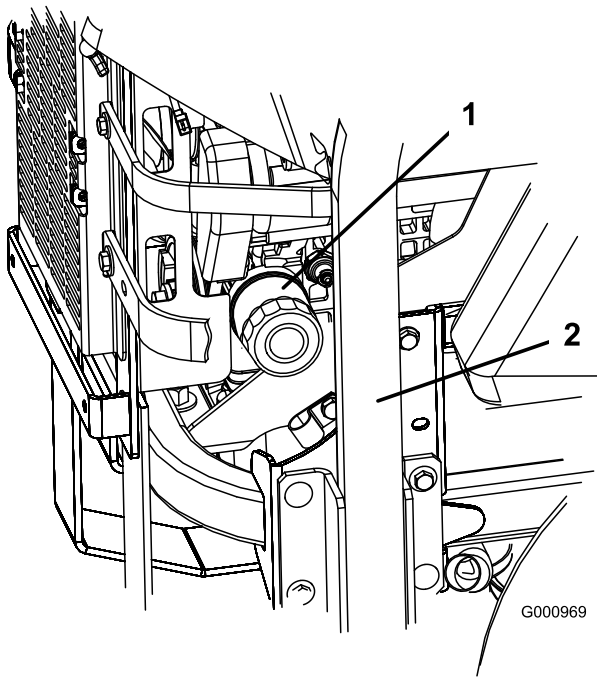
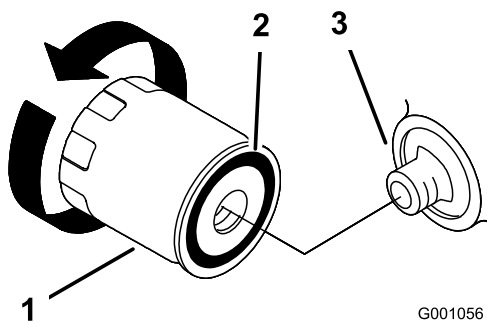

Figure 52
Figure 53
- Tournez le filtre dans le sens anti-horaire pour le déposer (Figure 52 et Figure 53).